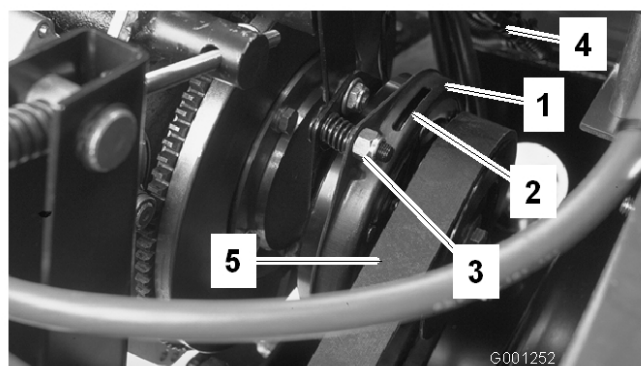

Figura 64
- Desligue a ficha eléctrica da embraiagem (Figura 64).
- Ajuste a folga de modo a permitir a introdução de um calibre de 0,4 mm entre a cobertura da embraiagem e a placa de fricção (Figura 64). Pode reduzir esta folga se rodar a porca de ajuste no sentido dos ponteiros do relógio (Figura 64). A folga máxima é de 0,8 mm.